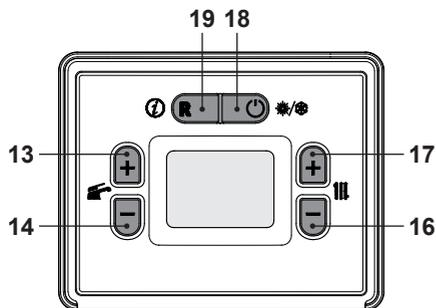

Figura 2.5
- Premere il tasto 18 fino a far apparire sul display il simbolo  Figura 2.5.
La temperatura dell'acqua calda di mandata riscaldamento è regolabile agendo sui tasti 16 (diminuzione) e 17 (aumento) (Figura 2.5) da un minimo di circa 28°C ad un massimo di circa 55°C o da un minimo di circa 50°C ad un massimo 80°C (vedere "Selezione del set temperatura riscaldamento" a pag. 44). Alla prima pressione di uno dei due tasti si ha la visualizzazione del valore di "set", alla seconda pressione si accede alla modifica.
Comunque se la temperatura ambiente non dovesse essere confortevole si può aumentare o diminuire la temperatura di mandata dell'impianto riscaldamento di $\pm 15^{\circ}\text{C}$ agendo sui tasti 16 (diminuzione) e 17 (aumento) (Figura 2.5).
La temperatura dell'acqua calda sanitaria è regolabile agendo sui tasti 13 (aumento) e 14 (diminuzione) (Figura 2.5) da un minimo di circa 35°C ad un massimo di circa 60°C . Alla prima pressione di uno dei due tasti si ha la visualizzazione del valore di "set", alla seconda pressione si accede alla modifica.